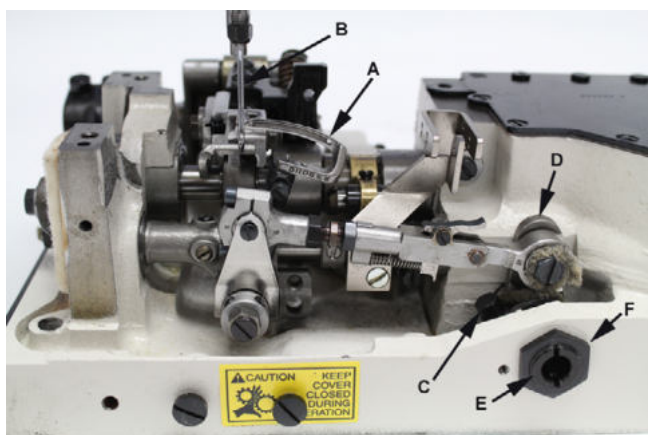
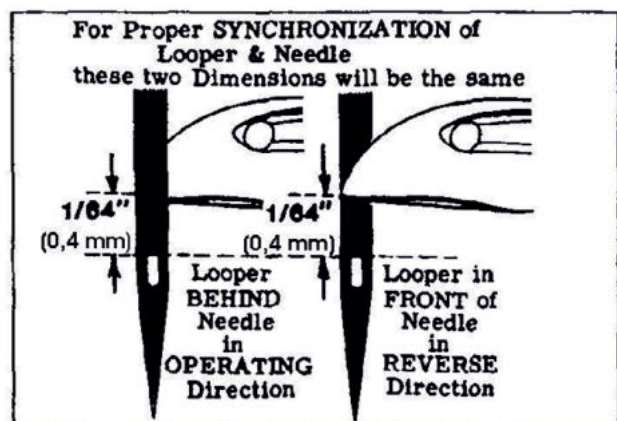

Fig. 4
Fig. 4A
Turn handwheel in the operating direction until the point of the looper (A, Fig. 4) moving to the left, is even with the left side of the needle (B). Note the height of the eye of the needle with respect to the looper point (see Fig. 4A). Turn the handwheel in the reverse direction until the point of the looper again moving to the left, is even with the left side of needle (see Fig. 4A). If the height of the eye of the needle with respect to the looper point are the same, looper and needle motions are synchronized - a variation of .005 inch (.15 mm) is allowable. If the distance from the eye of the needle to the point of the looper is greater when the handwheel is turned in the operating direction, the looper drive lever rocker shaft will have to be moved slightly towards the rear. Moving the shaft toward the front acts the reverse.
Drehen Sie das Handrad in Arbeitsrichtung bis die Greiferspitze (A, Fig. 4), nach links bewegt, eben mit der linken Seite der Nadel (B) ist. Beachten Sie die Höhe des Nadelöhrs in Bezug zur Greiferspitze (siehe Fig. 4A). Drehen Sie das Handrad in die Gegenrichtung bis die Spitze des Greifers, wieder nach links bewegt, eben mit der linken Seite der Nadel (siehe Fig. 4A) ist. Falls die Höhe des Nadelöhrs in Bezug auf die Greiferspitze die gleiche ist, sind Greifer und Nadelbewegung synchron - eine Abweichung von 0,15 mm ist zulässig. Falls der Abstand vom Nadelöhr zur Greiferspitze größer ist, wenn das Handrad in Arbeitsrichtung gedreht wird, muss die Greiferantriebshebelachse etwas nach hinten bewegt werden. Bewegen der Achse nach vorne bewirkt das Gegenteil.
NOTE: The 1/64 inch (0.4 mm) dimension shown in Fig. 4A is for final setting of needle bar height.
BEACHTEN SIE.: Das Maß 0,4 mm, in Fig. 4A gezeigt, ist für die Endeinstellung der Nadelstangenhöhe.
Loosen screw (C, Fig. 4) in looper drive lever (D). A rod of 0.146-40thd or Union Special Screw No. 992761 can be threaded into the looper drive lever rocker shaft through the center of thrust adjusting screw (E). Tap or pull slightly as required to position shaft for proper synchronization. Tighten screw (C) securely and remove rod or screw used to position shaft.
Lösen Sie die Schraube (C, Fig. 4) im Greiferantriebshebel (D). Eine Stange mit 0.146-40thd oder Union Special Schraube 99271 kann in die Greiferantriebshebelachse durch die Mitte der Spannungseinstellschraube (E) eingeführt werden, klopfen oder ziehen Sie leicht, wie erforderlich, um die Achse zur korrekten Synchronisierung zu platzieren. Ziehen Sie die Schraube (C) wieder fest an und entfernen Sie die zur Einstellung der Achse verwendete Stange oder Schraube.